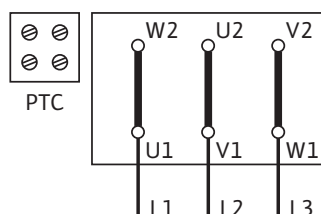

Fig. 35: Arranque Y-Δ (estándar)
- En la caja de bornes encontrará el esquema de la conexión eléctrica (véase también la Fig. 35/36).
Arranque Y-Δ (estándar)	Retire las clavijas de conexión (Fig. 35)